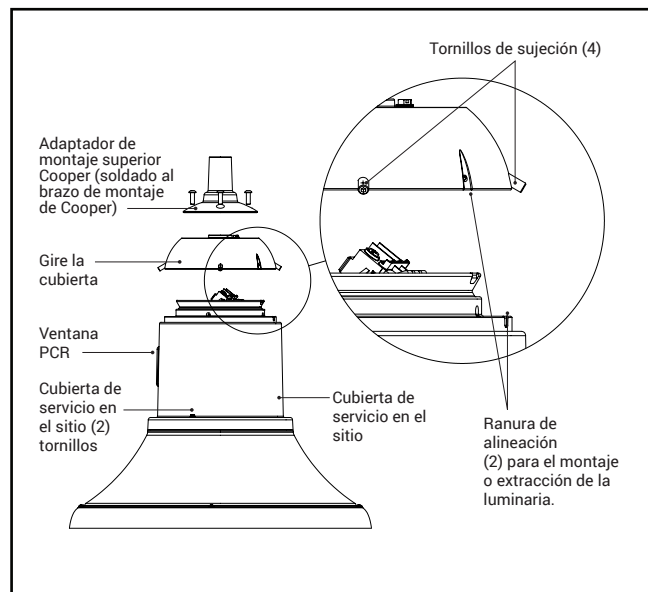

Figura 2.
2. Retire la cubierta giratoria de la luminaria atornillando los (4) tornillos de sujeción hasta que sobresalgan 1/4 in de la cubierta giratoria. Gire la cubierta giratoria para que se alineen las ranuras. Retire la cubierta giratoria de la luminaria (Figura 2).
8. Levante la luminaria hasta la cubierta giratoria y alinee las ranuras (Figura 2). Gire la luminaria de modo que las ranuras NO queden alineadas y la flecha del lado de la calle (etiqueta en la parte inferior de la luminaria) quede hacia el lado de la calle.